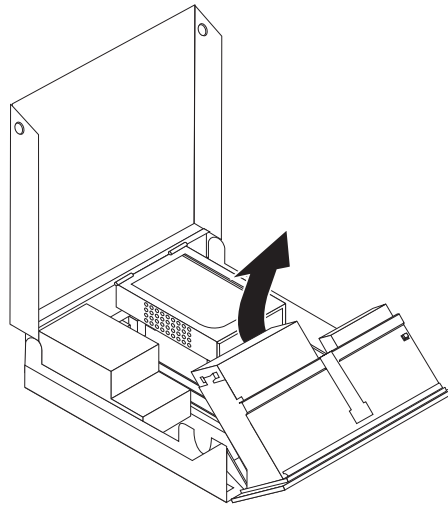

图 20. 操作散热器
2. 向上旋转驱动器托架组合件以便操作散热器。请参阅图 20。